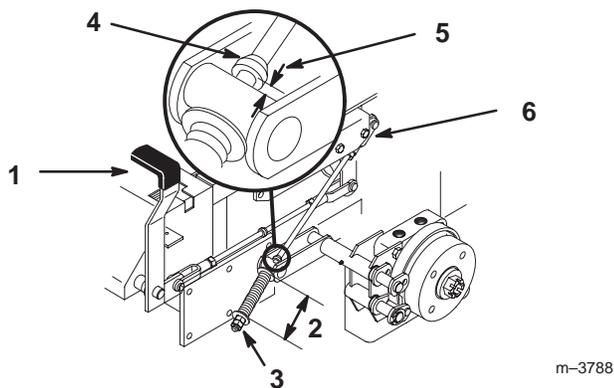

Figure 67
2. Mesurez la longueur du ressort. Les rondelles doivent être distantes de 70 mm (Fig. 67).
3. Si un réglage est requis, desserrez l'écrou de blocage situé sous le ressort et serrez l'écrou directement au-dessous de la chape (Fig. 67). Vissez l'écrou jusqu'à ce que le ressort ait la longueur voulue. Serrez les deux écrous ensemble et répétez la procédure de l'autre côté de la machine.
6. Mesurez la distance entre le galet de tourillon et le collier sur la tige de frein. Elle doit être comprise entre 5 et 7 mm (Fig. 67).
7. Si un réglage est requis, desserrez l'écrou de blocage situé juste au-dessous de la chape. Tournez la tige inférieure jusqu'à obtention de l'écart voulu (Fig. 67). Serrez l'écrou de blocage sur la chape.